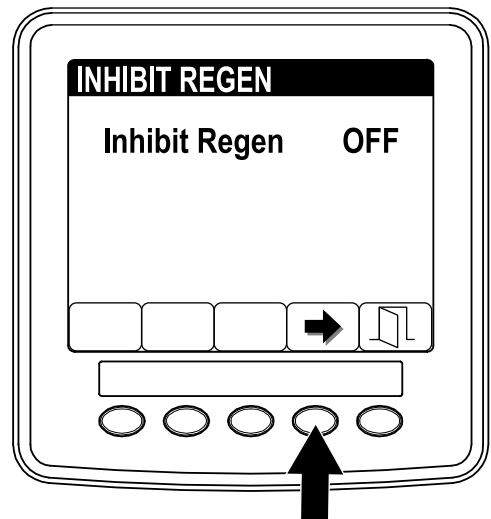

图13
3. 按 4 号按钮，将禁止再生设置从 On（打开）更改为 Off（关闭）（图13），或从 Off（关闭）更改为 On（打开）。